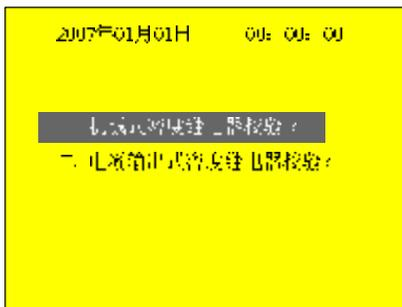

图 6
(1) 密度继电器种类选择界面，按‘上’‘下’键换行，按‘确认’键进入所选行的对应菜单，如图 6。